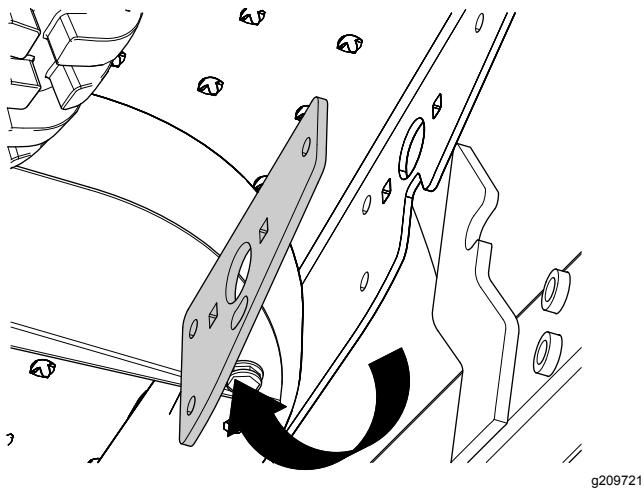

Figura 8
5. No lado interior da flange do apoio para o pé, alinhe os três furos no suporte com os três furos na flange (Figura 8).